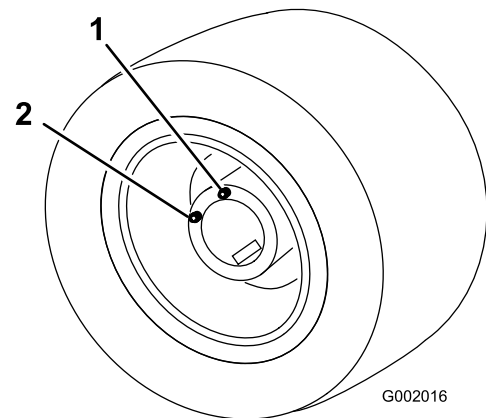

Figure 79
5. Conduisez lentement le véhicule jusqu'à ce que la roue soit positionnée pour le remplissage (Figure 79).